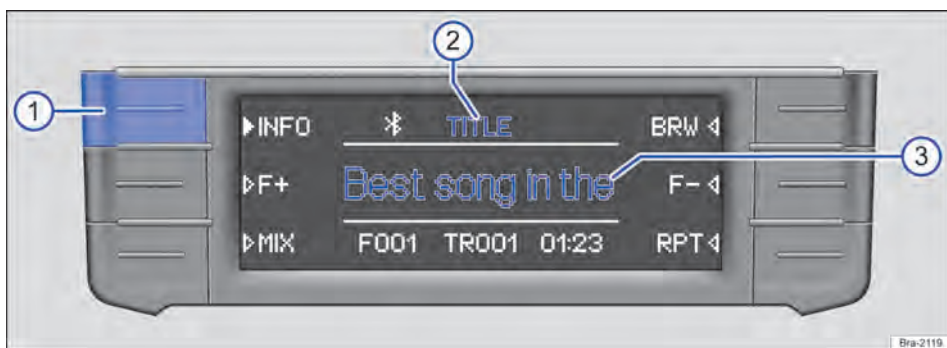

Fig. 158 Exemplo de exibição na operação de mídia: informações das faixas de um CD de MP3 em execução.
Em CDs de áudio sem texto de CD, na linha central do display → Fig. 158 ③ é exibido somente TRACK e o número da faixa conforme a sequência na unidade de armazenamento de dados.
No centro da linha superior do display é exibido o tipo da informação de faixa selecionada, por exemplo, TITLE → Fig. 158 ②.
- Pressionar brevemente o botão de função **[INFO]** → Fig. 158 ① para trocar o tipo de informação exibida da faixa. ▶
Exibição → Fig. 158 ②	Informação da faixa → Fig. 158 ③